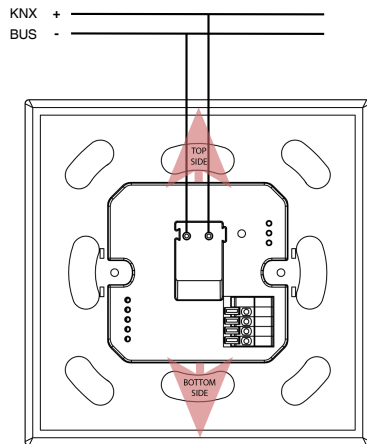

Abb.3
- Abschließend wird der Pure Touch vorsichtig mit dem oberen Teil (siehe Abb. 3) nach oben in die Anschlussdose gelegt, wobei die rechte und linke Seite des Pure Touch festgehalten wird, und der Montagevorgang ist abgeschlossen.